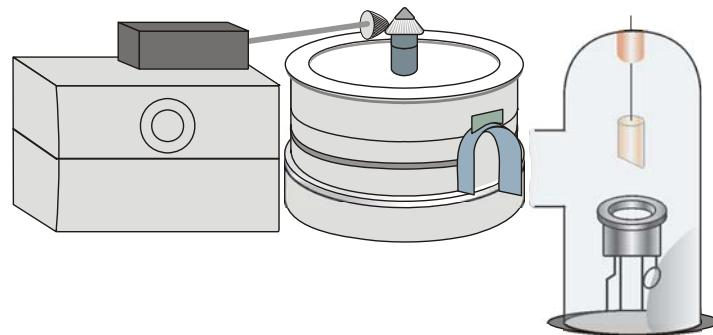

Fig. 8 Cámara de Debye-Scherrer con accionamiento de motor
- Si es necesario se coloca además el accionamiento de motor (1000662 ó 1000663), como se indica en la Fig. 8.. Primero se inserta el enchufe en el casquillo de 4 mm. Se tiene cuidado que giro de ruedas cónica no tenga obstáculos. Con la llave hexagonal interna que se entrega se puede cambiar con respecto al eje la posición del engranaje de ruedas cónicas del motor.